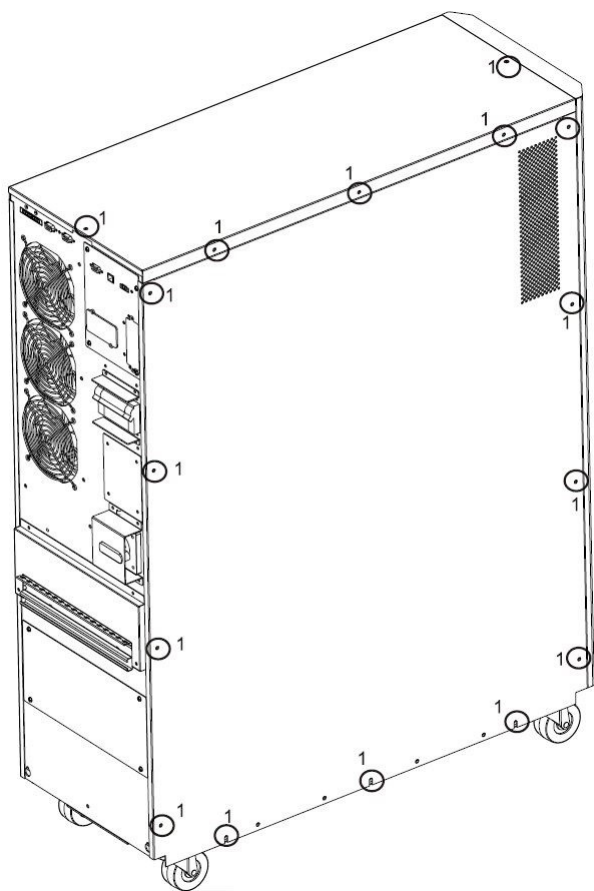

Figure 3.1
- 1) Retirez toutes les vis étiquetées 1 (Figure 3.1).